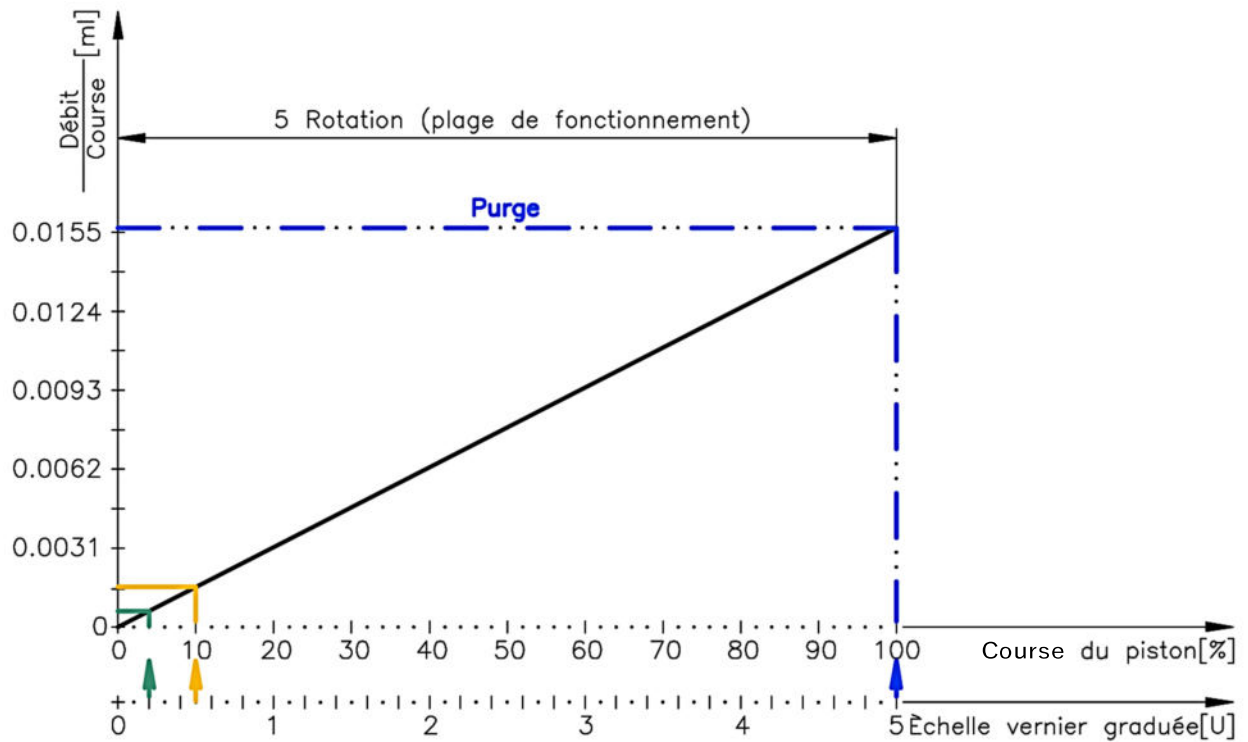

Fig. 19 : Débit en fonction de la course du piston
10.1 Les diagrammes (*fig. 19 et 20*) et les calculs suivants permettent de déterminer la consommation de lubrifiant pour différents réglages. Les valeurs sont basées sur un fonctionnement continu. En cas de couplage avec le processus de travail (par ex. l'avance), il est possible d'obtenir des réductions de consommation de 50 % ou plus. Les réglages se font selon le chapitre 7.
Consommation à 0,5 tour de vis micrométrique et 20 impulsions/minute (*fig. 19 et 20*)
Consommation à 0,2 tour de vis micrométrique et 5 impulsions/minute (*fig. 19 et 20*)